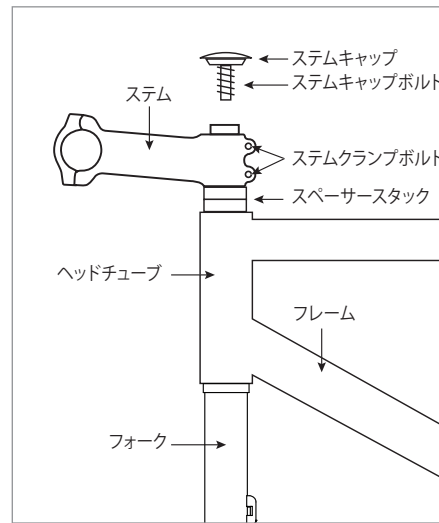

図8
2. フォーク、スペーサー、ステム、すべてのヘッドセットコンポーネントをヘッドチューブへと再度取り付けます(図8)。